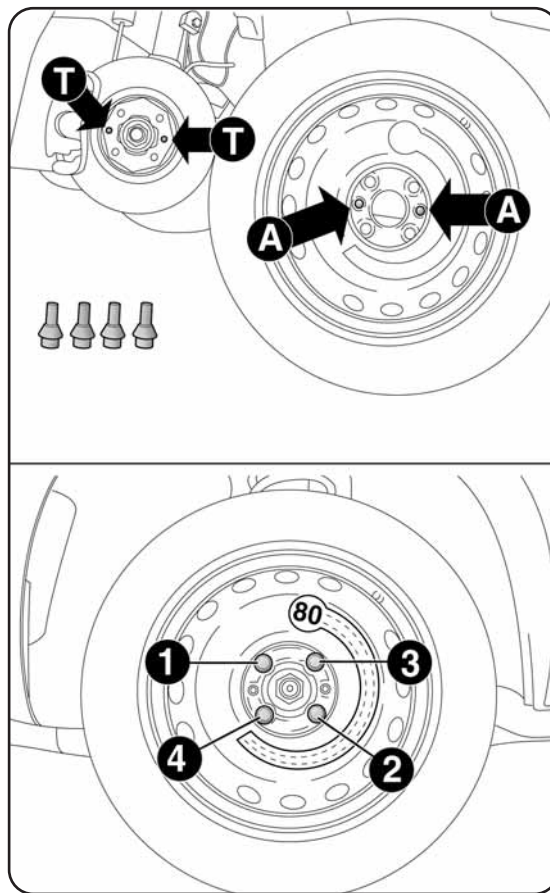

fig. 13
- serrer à fond les boulons, en passant alternativement d'un boulon à celui diamétralement opposé, selon l'ordre indiqué sur la fig. 13.